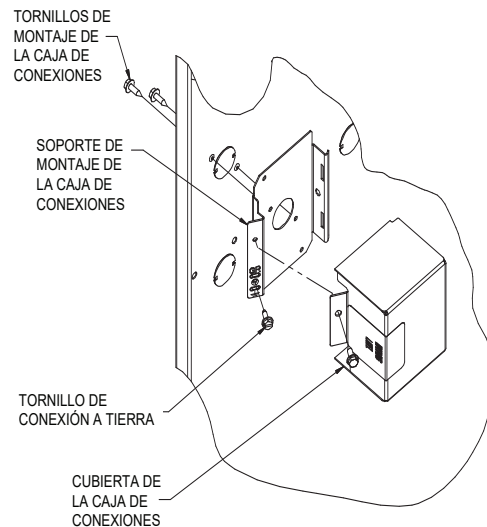

Fig. 35 – Instalación de la caja de conexiones (cuando se usa)
La cubierta de la caja de conexiones, el soporte de montaje y los tornillos se envían con el calefactor en la bolsa de piezas sueltas. Consulte la Fig. 35 para ver las ubicaciones de montaje de la caja de conexiones.
1. Instale el soporte de montaje de la caja de conexiones en el interior de la carcasa del calefactor. Consulte la Fig. 35.
5. Conecte el cable de conexión a tierra in situ y el que se suministra de fábrica al tornillo verde de conexión a tierra en el soporte de montaje de la caja de conexiones como se muestra en la Fig. 35.
7. Conecte la cubierta de la caja de conexiones del calefactor al soporte de montaje con los tornillos que se encuentran en la bolsa de piezas sueltas. No preñe los cables entre la cubierta y el soporte. Consulte la Fig. 35.
4. Conecte el cable de conexión a tierra in situ y el que se suministra de fábrica al tornillo verde de conexión a tierra en el soporte de montaje de la caja de conexiones como se muestra en la Fig. 35.